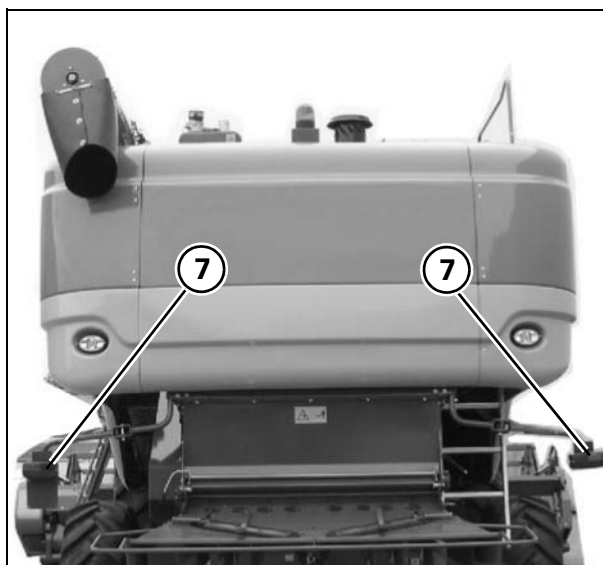

Рис. 103
- При первой сборке комбайна или при замене шин другими шинами из числа сертифицированных (стр. 9-2), необходимо правый габаритный фонарь (3) отрегулировать в соответствии с максимальным размером правого колеса, а левый габаритный фонарь (4) установить в соответствии с положением лестницы (2).
- Лестницу (2) следует установить как можно дальше внутрь машины. Однако она должна свободно поворачиваться, не задевая шину.
- Задние фонари (7) (указатели поворота, габаритные фонари и стоп-сигналы) должны быть установлены на расстоянии 0-400 мм от габаритных размеров машины (Рис. 103).